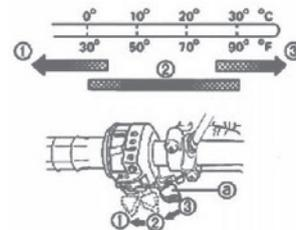

Рис. 31
12.1.1 Установите рычаг Рис. 31 управления воздушной заслонкой в положение в зависимости от температуры окружающей среды:
- ❶ — Запуск холодного двигателя с окружающей температурой ниже 0°C .
- ❷ — Запуск холодного двигателя с окружающей температурой 0°C ~ +25°C.
- ❸ — Запуск холодного двигателя с окружающей температурой более +25°C или тёплого двигателя в момент запуска.